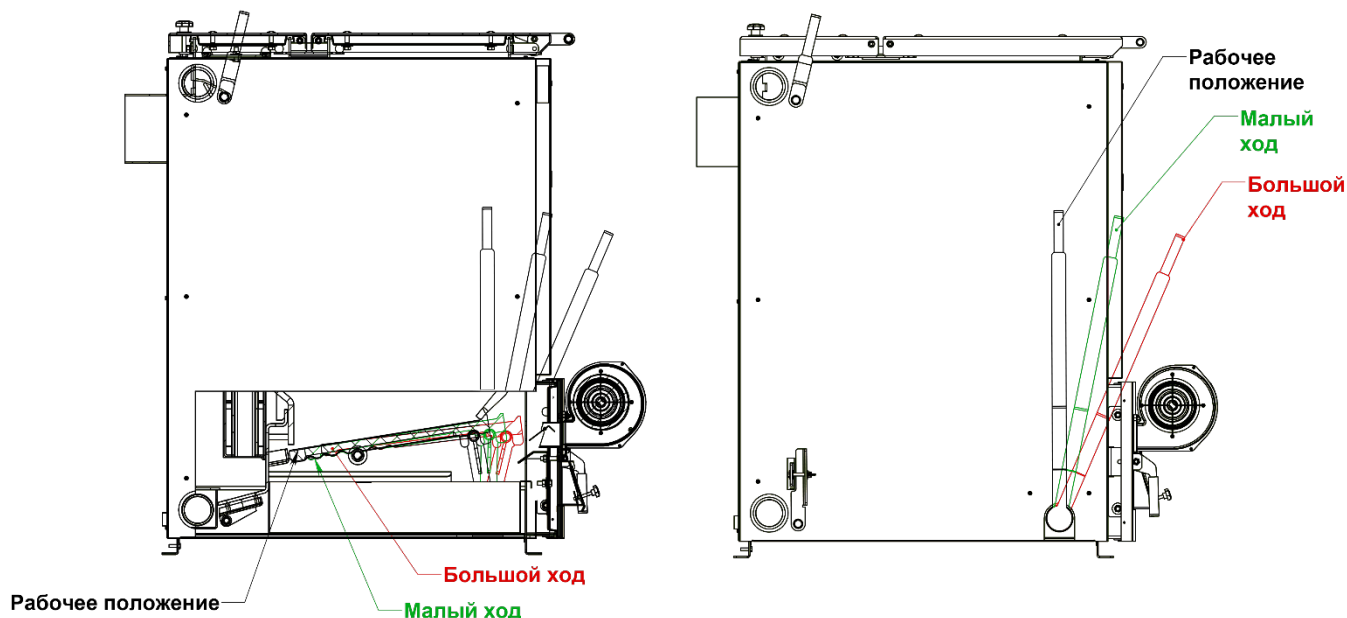

Рис. 15 Механизм встряхивателя колосников
При дозагрузке топлива необходимо удалить шлак и золу с колосников, а также разрыхлить спекшееся топливо путем большого (два щелчка вперед-два назад) либо малого хода (один щелчок вперед-один назад) механизма встряхивателя (рис.15).
7. Установить рычаг механизма встряхивания колосников в рабочее положение (рис.15)